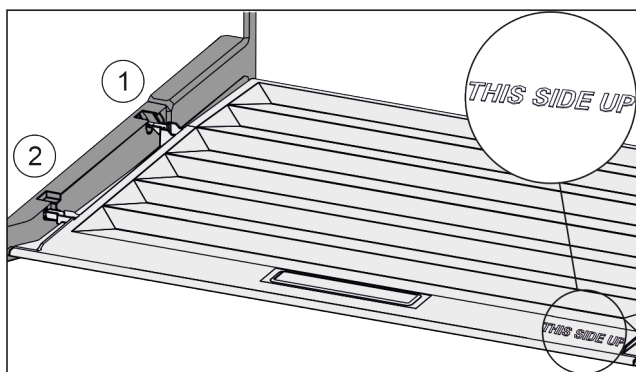

Fig. 85
- ▶ Robova predala vstavite nad odprtino zadnjega držala Fig. 85 (1), spredaj pa ju zataknete v držalo Fig. 85 (2).